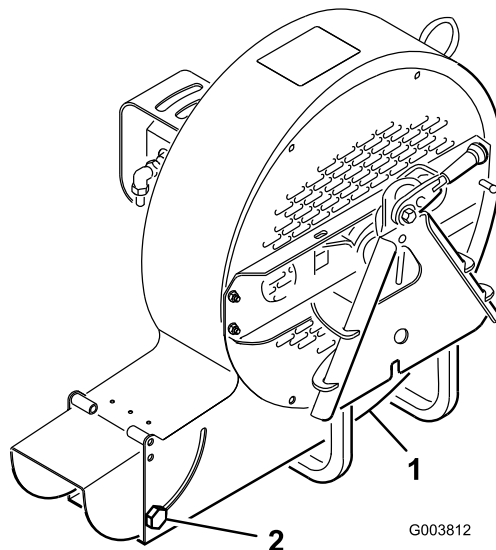

Figura 5
Pode ajustar a abertura de descarga (Figura 5) aumentando ou diminuindo o volume e a velocidade da saída do ar. Diminuir a abertura de descarga aumenta a velocidade. Aumentar a abertura de descarga diminui a velocidade.
1. Desaperte os parafusos de montagem do deflector da abertura de descarga (Figura 5).